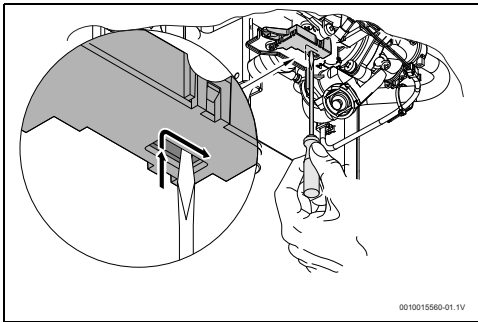

Fig. 28 Reset del microinterruttore
- ▶ Posizionare il microinterruttore secondo la fig. 28.